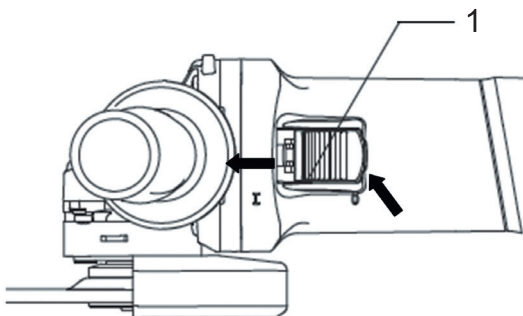

Рис. 3
Для запуска инструмента переведите выключатель (1) в положение «I (ВКЛ)» (Рис. 3). Для фиксации инструмента во включённом положении, нажмите на переднюю часть ползункового переключателя, чтобы заблокировать выключатель во включённом положении.